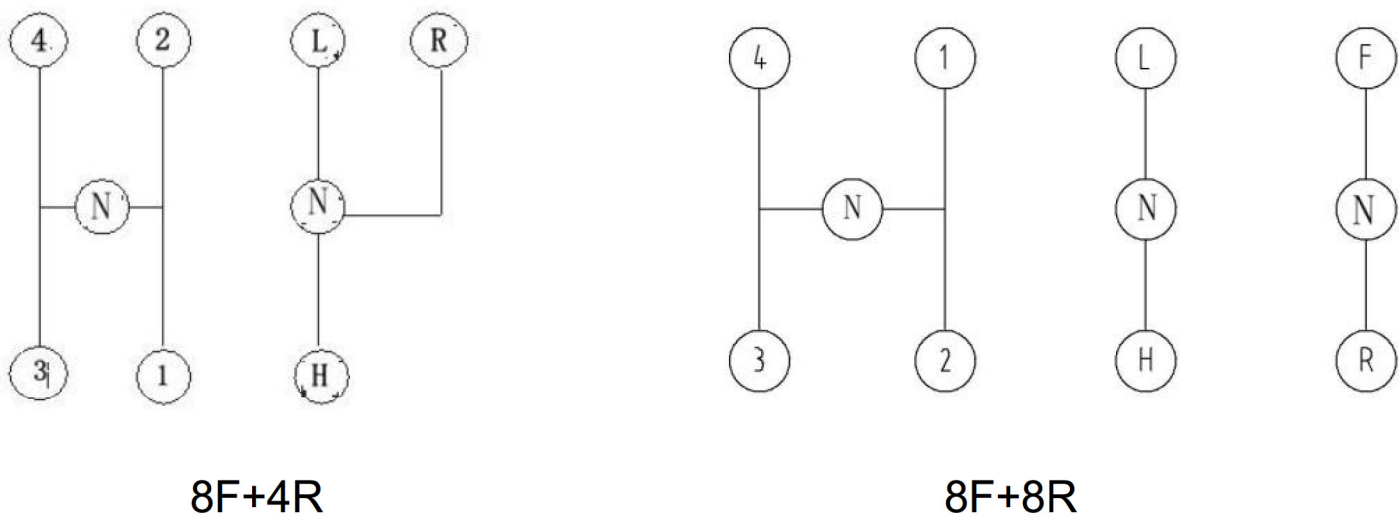

Figura 2-4 Operación de la palanca de cambio de velocidades de la caja de transmisión principal y auxiliar
4. Palanca de cambio de velocidades de la caja de transmisión principal y auxiliar (consulte la figura 2-4)
La orientación de la operación se muestra en la figura 2-4. Cambie las palancas de la caja de transmisión principal y auxiliar a diferentes marchas para diferentes velocidades de avance o retroceso.